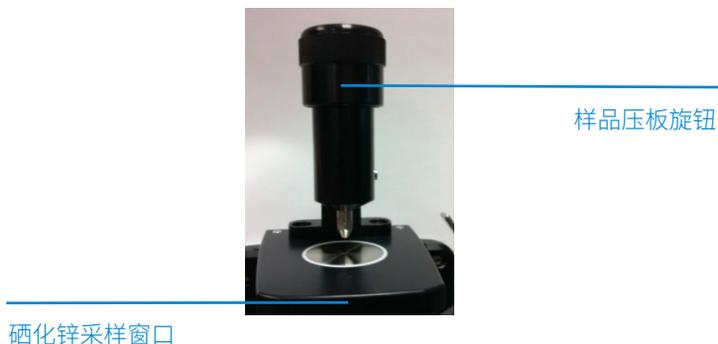

图 6. ZnSe ATR 附件样品压板在最高位置。
在样品装载和清洁模式下，样品压板应处于最高位置，以使样品压板的顶端远高于硒化锌采样窗口（见图 6）。在此位置可以方便地接触样品装载区域，以便将样品装入到位并在分析下一样品之前清洁采样面。
- 1 逆时针旋转顶部旋钮打开样品压板，直到到达压板行程的顶部（见图 图 6）。
- 1 逆时针旋转样品压板旋钮，打开样品压板，使顶端从硒化锌采样窗口稍稍抬起（见图 6）。